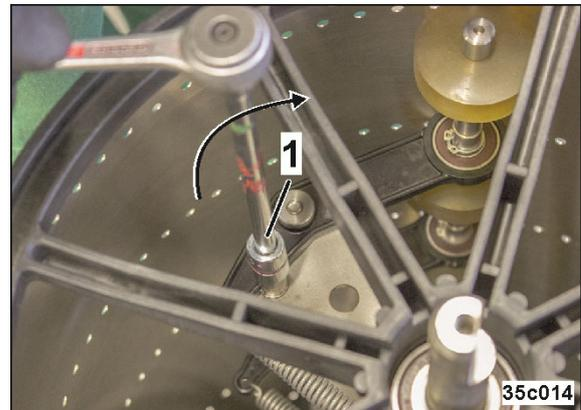

Fig. 328
2. Entlastungsbolzen (Fig. 328/1) ca. eine halbe Umdrehung weiterdrehen